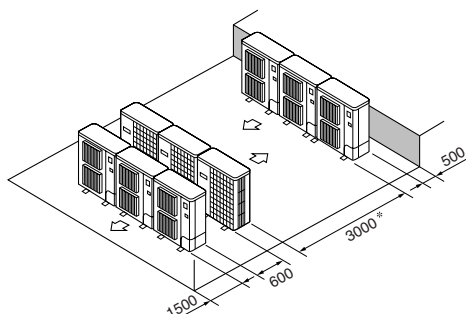

Fig. 2-13
- ⑥ Mehrfachanlagen in paralleler Anordnung (Fig. 2-13)